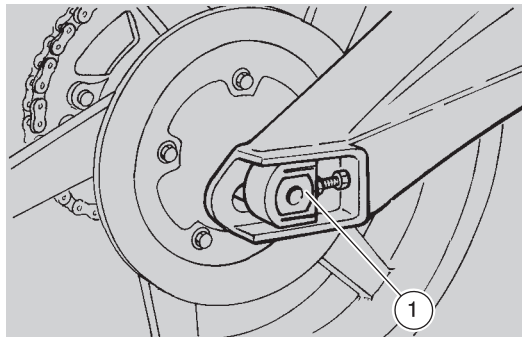

Fig. 37
- enlever le pivot (1-Fig. 37);
- insérer le pivot (1-Fig. 37);